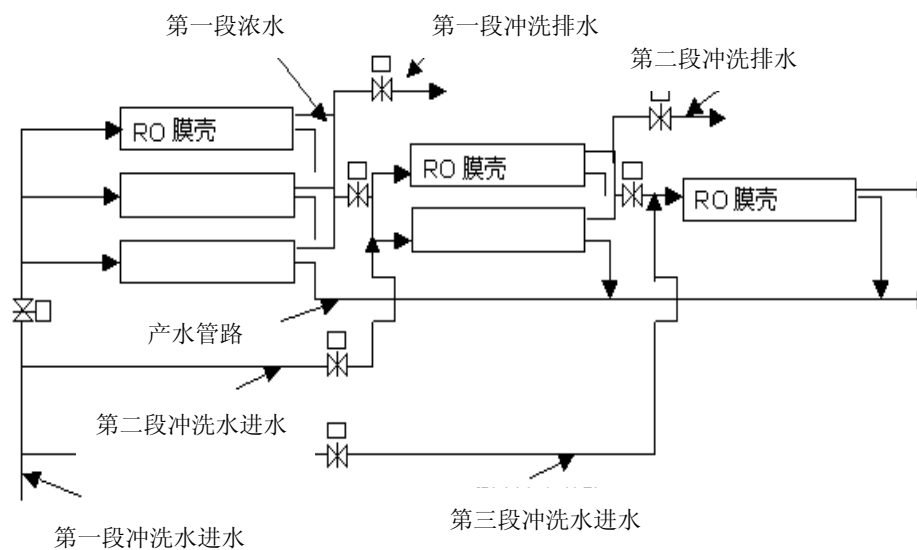

图 8.2 可分段冲洗系统
③ 选定流量计时要考虑到可以读取冲洗时的最大流量。
④ 对于多段反渗透系统，如图 8.2 所示，为了能够更有效的冲洗膜元件，系统的设计有必要按可以分段冲洗进行设计。这样的系统具有以下优点：